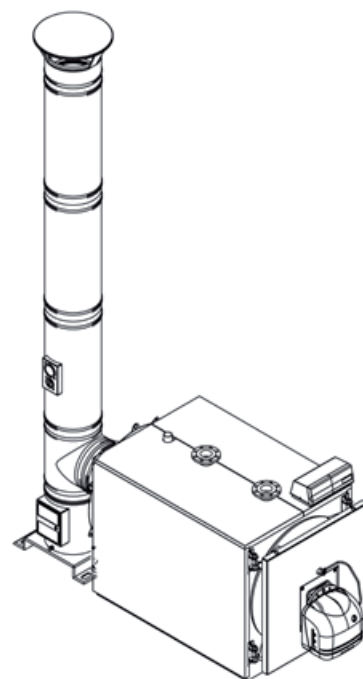

fig. 8
5.4 Évacuation des produits de combustion (Fig. 8)